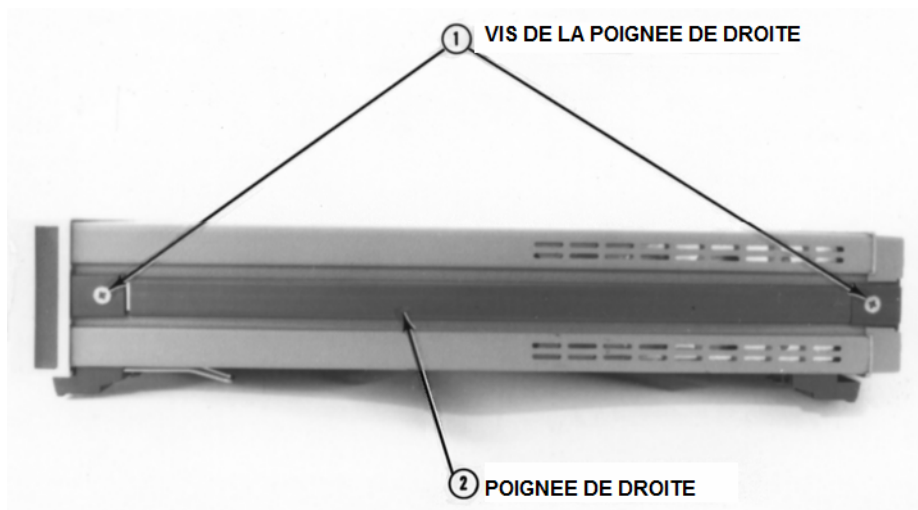

Figure C-1 Côté droit du 3458A
- 3** Référez-vous à la **figure C-1**. Tournez l'instrument de façon à ce que son côté droit (par rapport à la face avant) soit face à vous.
- 9 Référez-vous à la **figure C-1**. Tournez le Keysight 3458A de façon à ce que son côté droit soit face à vous.